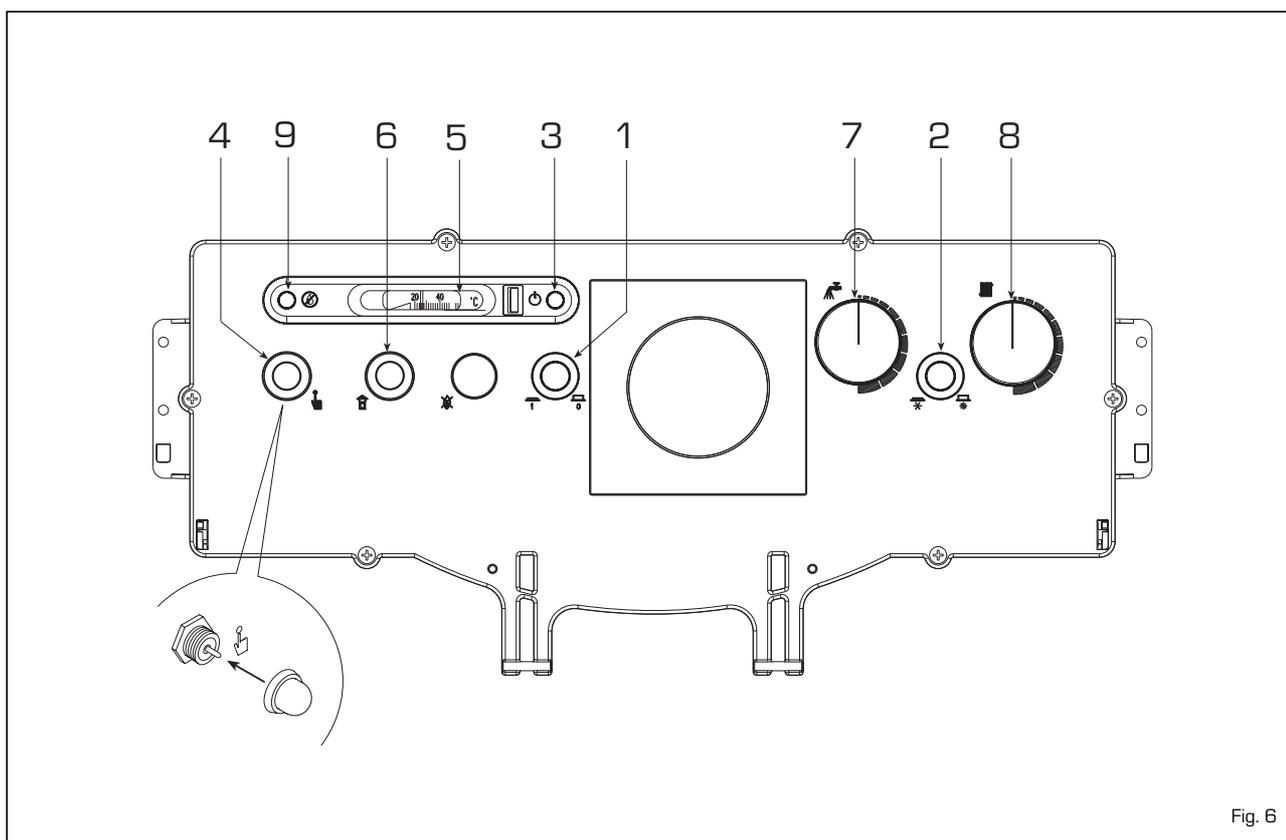

Fig. 6
3.2.1 Acendimento da caldeira (fig. 6)
- terminada a produção de água quente, com o desviador (2) na posição de Verão, interrompe-se o queimador e o circulador; com o desviador (2) na posição de Inverno põe-se em funcionamento o circulador do equipamento comandado pelo regulador climático. Nesse caso, o queimador funcionará controlado pelo termostato da caldeira (8) à temperatura programada pelo utilizador;
- para garantir um rendimento ideal da caldeira, evitando possíveis formações de condensação, aconselha-se regular o botão do termostato da caldeira (8) numa temperatura não inferior a 60°C. O valor da temperatura programada é controlado no termómetro (5).
3.2.2 Termóstato de segurança (fig. 6)
3.2.3 Enchimento do equipamento (fig. 6)
3.2.4 Desligar a caldeira (fig. 6)